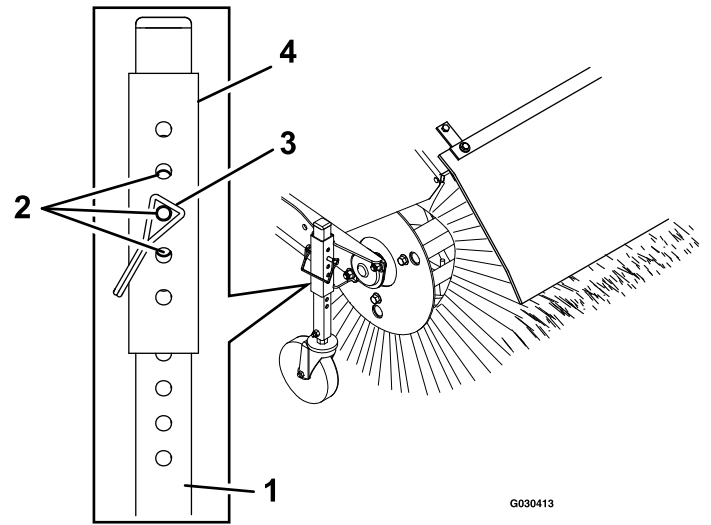

Bild 9
- Nehmen Sie zum Einstellen der Kkehrbürstenhöhe den Stift aus der Einstellerhülse und dem Laufradrohr (Bild 9).
- Schieben Sie zur Feineinstellung die Einstellerhülse um ein Bolzenloch am Laufradrohr nach oben oder unten, um die Höhe der Kkehrbürste in Schritten von 3 mm einzustellen (Bild 9). Wiederholen Sie die Schritte 3 bis 5 für das andere Laufrad.